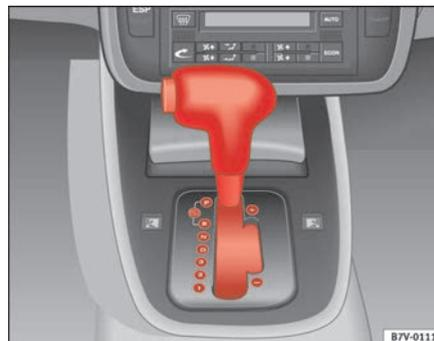

Fig. 128 Console centrale: la leva selettiva con tasto di blocco
- Tenendo premuto il pedale del freno, premere il tasto che si trova sulla leva selettice ⇒ pag. 177, fig. 128.
- Tenendo premuto il tasto di blocco (tasto sul pomello della leva selettice) ⇒ pag. 177, fig. 128, inserire una marcia **R**, **D** o **S**.